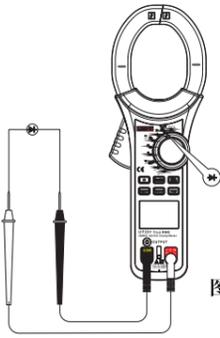

图 7
(5) 二极管测试 (二极管符号) (见图7)
5.二极管测量 (二极管符号) (见图7)